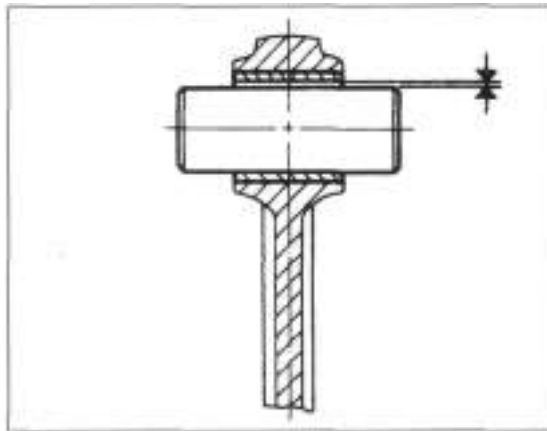

Bild 171
- 🧰 Spiel zwischen Pleuelbohrung und Bolzen ermitteln (Bohrungsdurchmesser abzüglich Bolzendurchmesser; Bild 171). Sollwerte M 900: 0,015 - 0,032 mm; M 600/750: 0,006 - 0,028 mm; Verschleissgrenze 0,05 mm.